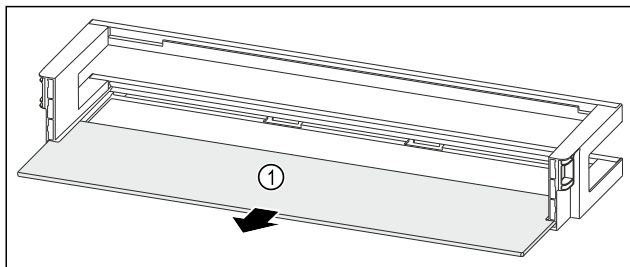

Fig. 162 Rafti i derës me raft mbajtës
- Hiqni raftin mbajtës Fig. 162 (1).